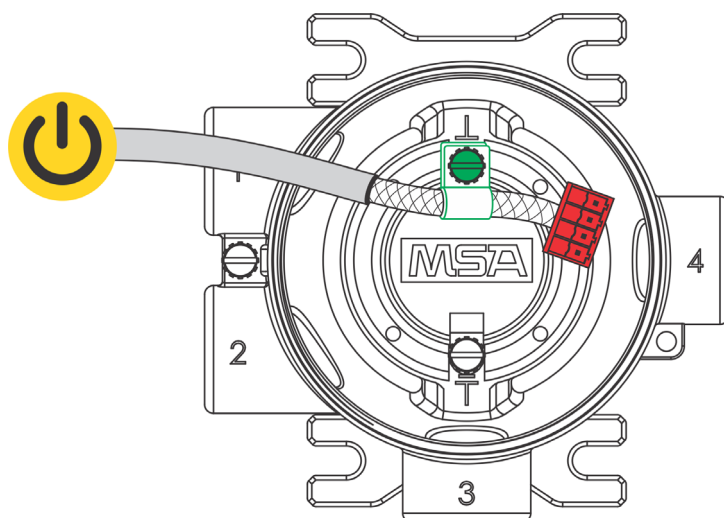

Рис. 31 Подключение силового и заземляющего кабелей
Рекомендуется использовать экранированный кабель. Терминация кабельного экрана должна быть выполнена внутри корпуса прибора с использованием поставляемой обжимной клеммы (см. Рис. 31).
- (7) Затяните винты на разъеме и осторожно потяните за провода, чтобы проверить надежность соединения.
- (8) Присоедините экран кабеля к основанию корпуса прибора (см. Рис. 31).